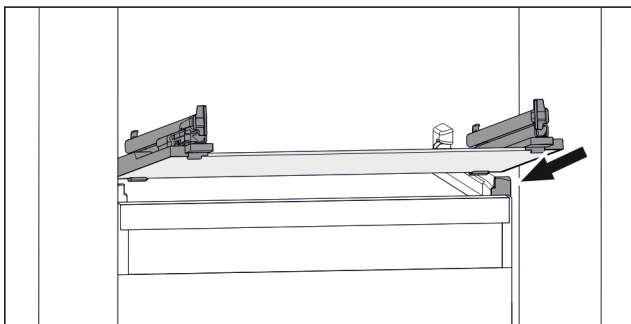

Fig. 69 Beispielhafte Darstellung der Glasplatte
- ▶ Glasplatte schräg hinter den Stopperrahmen aufsetzen. (siehe Fig. 69)